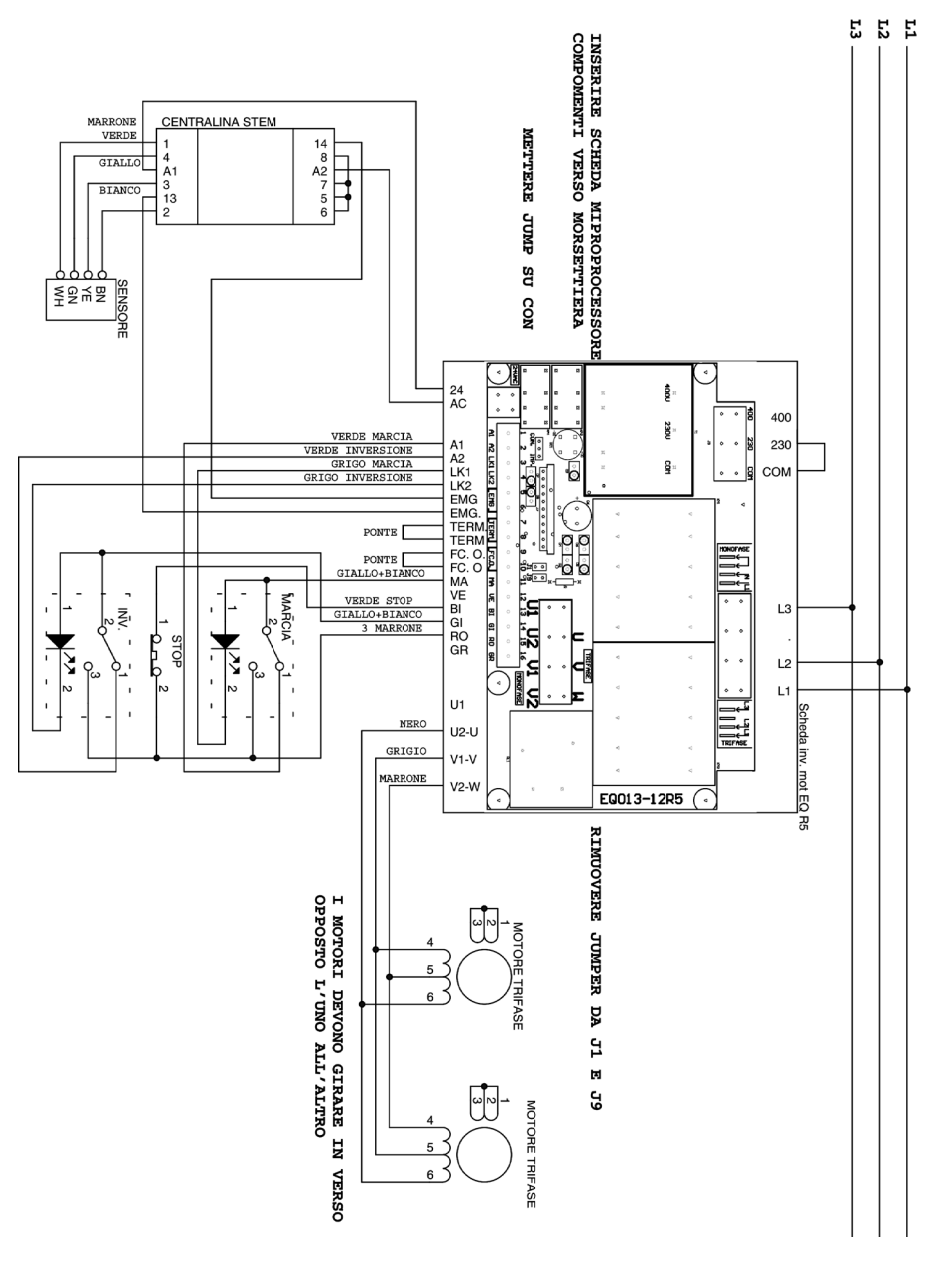

Abb. 2.4.3
2.4.3 - Drehstromschaltplan - 230V (Abb. 2.4.3)